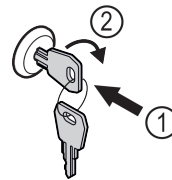

Fig. 167 Esimerkkikuva
- ▶ Paina avain lukkoon Fig. 167 (1).
- ▶ Kierrä avainta 90° myötäpäivään Fig. 167 (2).